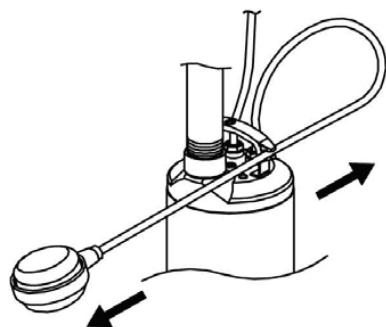

FIG.3
-  Der Schwimmer wird durch Erhöhen oder Verringern der freien Kabellänge eingestellt. (Fig. 3)